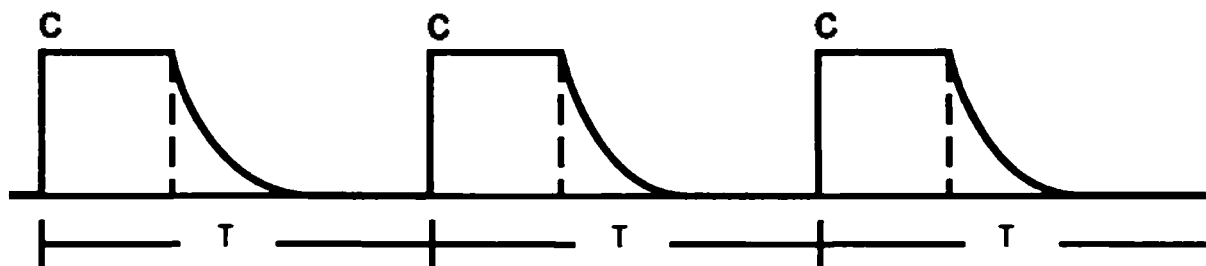

Рисунок 18-1 - Режим A/C, попытки вдохов пациента отсутствуют
Рисунок 18-1 поясняет механизм доставки вдохов в режиме A/C когда попытки вдохов пациента отсутствуют. В этом случае аппарат доставляет **Controlled- вдохи (C)** с периодом следования T.